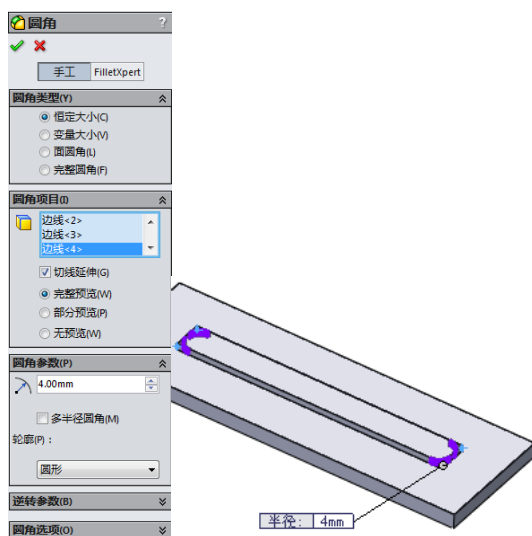

图 10-152 进行圆角 1 操作
⑥生成“圆角”特征。单击“特征”工具栏中的“圆角”按钮, 或执行“插入”→“特征”→“圆角”菜单命令，系统弹出“圆角”属性管理器，选择圆角类型为“等半径”，在圆角半径输入栏中键入数值 4，单击鼠标拾取实体的边线，如图 10-152 所示，单击“确定”按钮生成圆角。